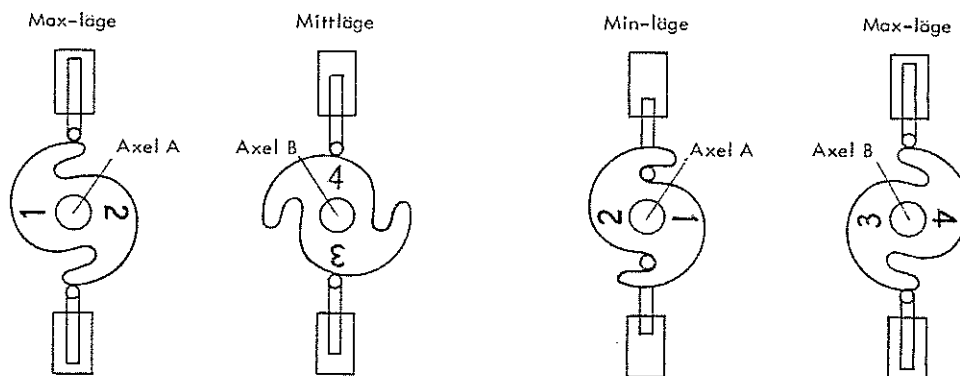

Bild 83. Excenterskivornas lägen
11. Vrid axeln A med excenterskivorna märkta 1-2 och axeln B med excenterskivorna 3-4, så att skivorna intar rätt inbördes läge (bild 83). Skivorna 1-2 skall stå i max-läget, som på samtliga skivor är markerat med början av en avfasning, och skivorna 3 och 4 i mittläget.